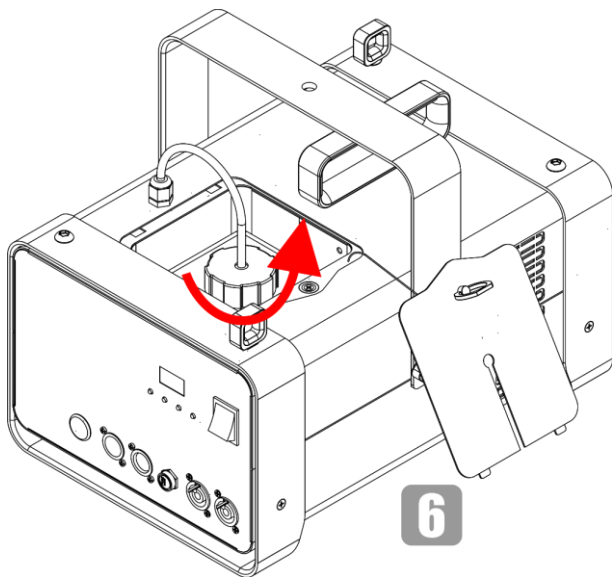

Abb. 25
- 06) Lösen Sie den Deckel des Flüssigkeitsbehälters (Abb. 25).